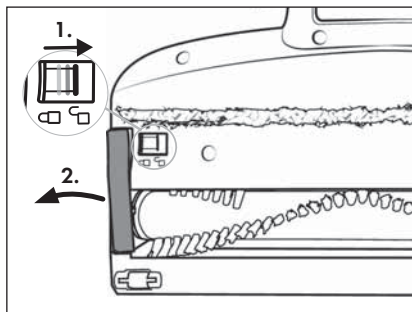

Fig. 29
- 2) Lås børsterullen **21** op ved at skubbe oplåsningen til børsteholderen **19** med fingeren i retning af symbolet **⏏** (åbn). Tag så børsterulleholderen **20** af gulvbørsten **22** (se fig. 29).